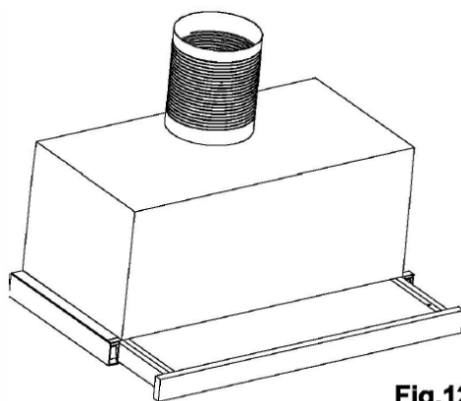

Fig.12
4. Τοποθετήστε τον εύκαμπτο αγωγό (δεν παρέχεται) στη μετάβαση του αεραγωγού. Χρησιμοποιήστε ταινία στερέωσης για να ασφαλίσετε τον εύκαμπτο σωλήνα στη μετάβαση του αεραγωγού.(Fig.12)